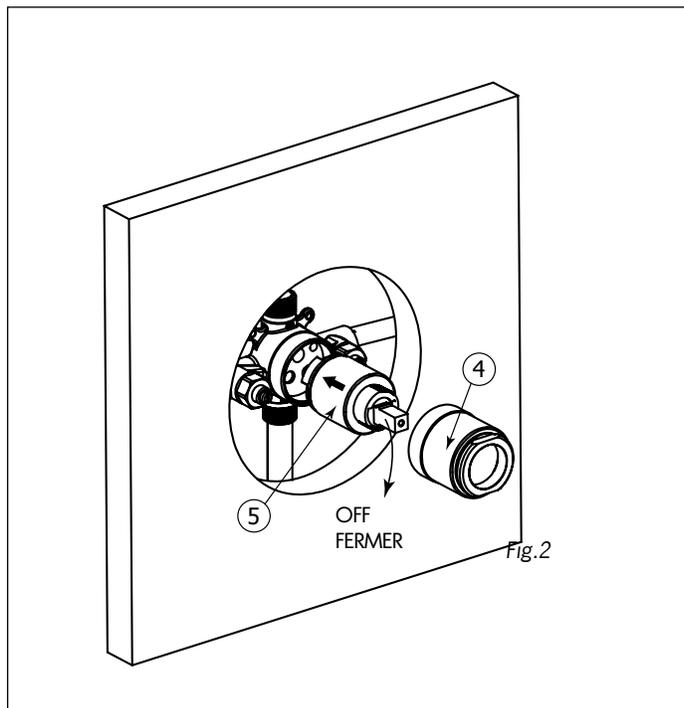

Fig.2
Insert the cartridge into the valve body as shown (Fig.2). Screw the cartridge holder (4) back into place. DO NOT OVERTIGHTEN.
Insérer la cartouche (5) dans la valve tel qu'illustré. (Voir Fig.2). Revisser le manchon (4) en place. NE PAS TROP SERRER.